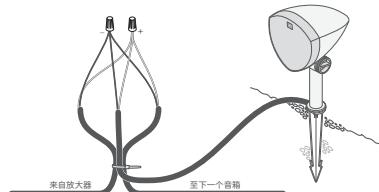

图 7
- 剪切左扬声器或右扬声器的两根电线(参见下表),剥去埋地线裸露端 3/4 英寸(约1.9厘米)的绝缘层,然后从相应扬声器尾纤的端部剥去 3/4 英寸(约1.9厘米)的绝缘层(见图 7)。
- 制作一个大约 10 英寸(约25 厘米)的环路,使用扎带将线环和扬声器尾纤固定到位,以消除应力(见图 7)。